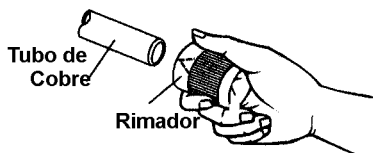

Figura 7
2. Con un rimador, elimine la rebaba del extremo del tubo de cobre. Ver Figura 7.
2. Utilizando un rimador, remueva la rebaba del extremo del tubo de cobre. Figura 7.